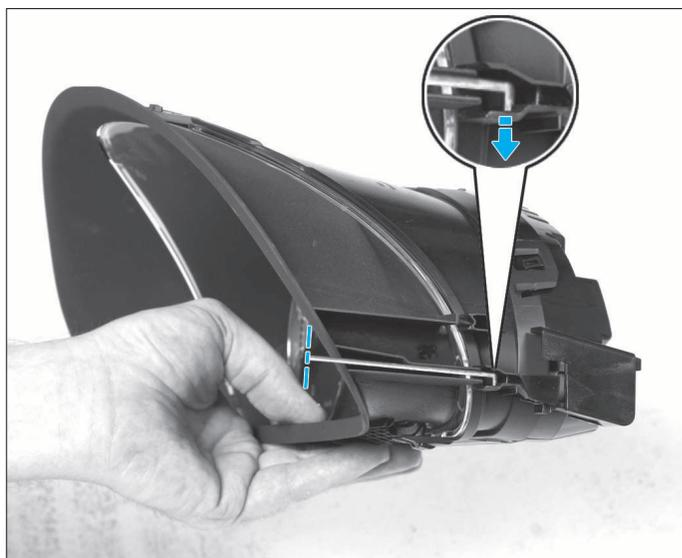

FIG. 22
- Engager dans les fentes sur la façade du combiné, les outils d'extraction et les introduire jusqu'en butée au fond des glissières (Fig.22).